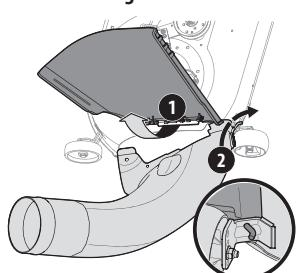

Figure 19
1. Faites tenir le déflecteur d'éjection en position relevée (1), puis mettez la goulotte en place en insérant la tige de montage dans le trou prévu à cet effet sur le plateau de coupe (2). Voir Figure 19.